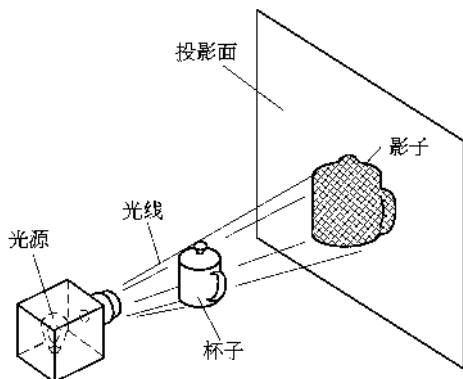

图 1-3 远 投影
**投影** 在日常生活中,投影的例子是很多的。当阳光或灯光照射物体时,在地面或墙面上就会产生这个物体的影子,这种影子产生的现象就叫做投影(图 1-3)。